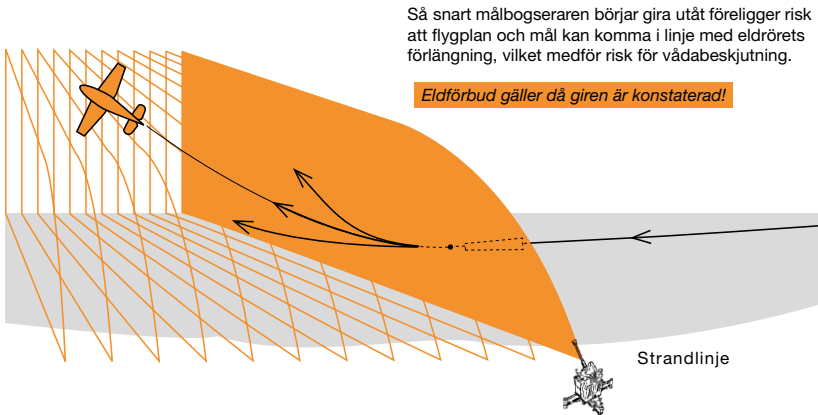

Bild 4.6. Begränsning av eldtillstånd om målflygplanet vänder utåt
- Vapen får inte avfyras om målflygplanet vänder utåt från skjutplatsen sett, Bild 4.6.